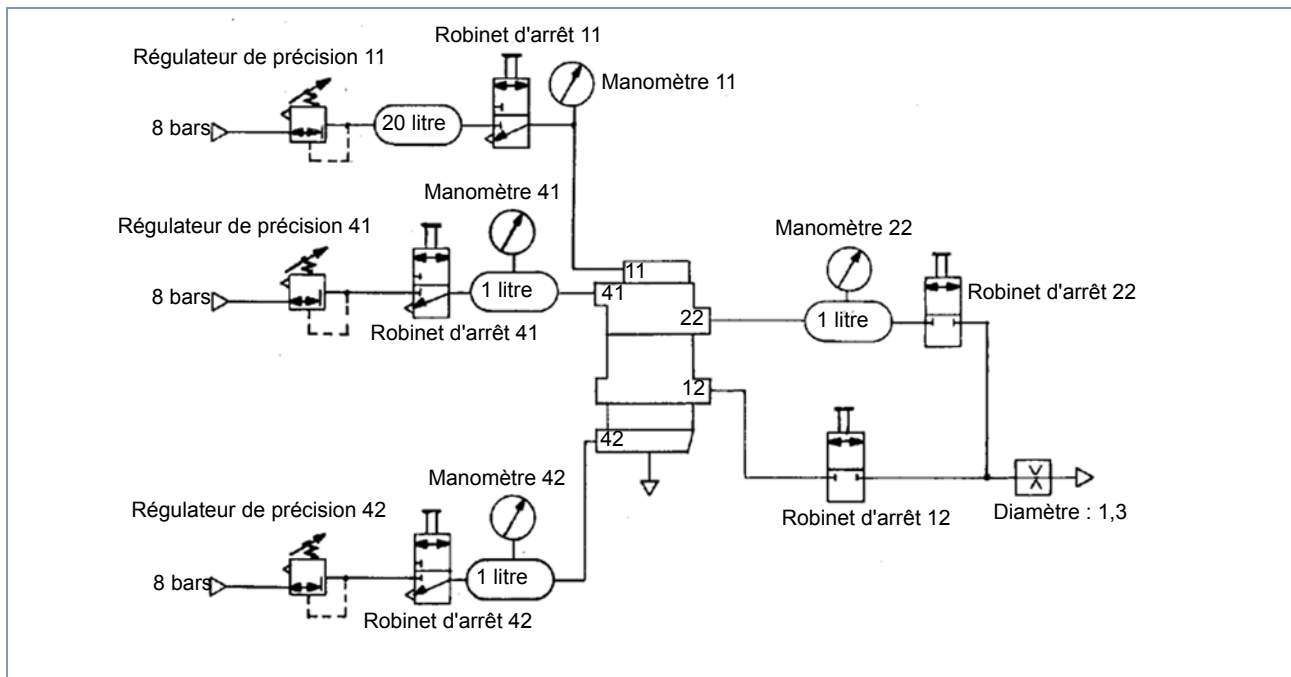

Fig. 3 Schéma de contrôle
- Banc d'essai 435 197 000 0 ou dispositif de contrôle adapté (voir fig. 3)
i Si aucun banc d'essai 435 197 000 0 n'est disponible, contrôler l'appareil selon le schéma suivant (voir fig. 3).